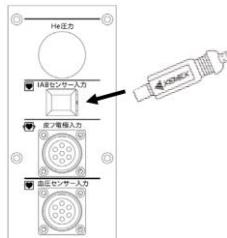

図 6. 光センサコネクタ接続
- (4) IABP コンソール ZUIRYU を使用の場合は、光センサコネクタ先端の保護カバーを取り外し、コネクタの▲マークを上にして、駆動装置側の IAB センサー入力部にクリック音がするまで差し込む。この時、光センサコネクタ部の接続部を触ったり、傷付けたり、水で濡らすなど、取扱いに注意すること。(図 6 参照)